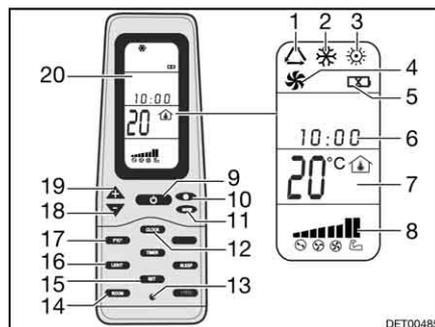

Fig. 171 Telecomando
- Premere il tasto ON/OFF (Fig. 171,9).
- Premere il tasto "Mode" (Fig. 171,11) spesso, finché la modalità desiderata (Fig. 171,1, 2, 3 o 4) viene visualizzata sul display (Fig. 171,20).
- Impostare la temperatura desiderata con i tasti "+" (Fig. 171,19) e "-" (Fig. 171,18).
- Con il tasto velocità dell'aria (Fig. 171,10) selezionare il livello desiderato per la ventola.